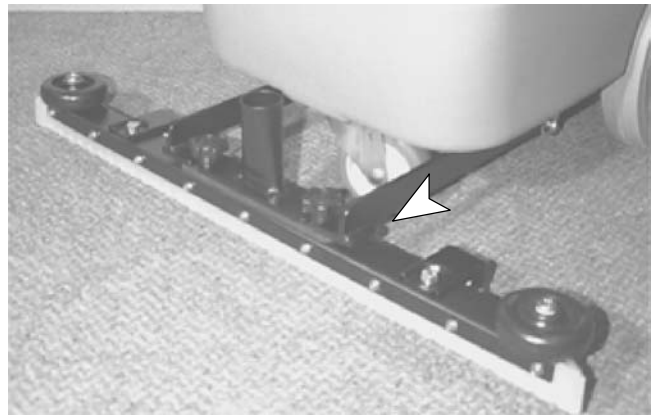

図 5
10. スクイージーアッセンブリをブラケットに取り付け、2つのチョウネジを締めて固定します。(図5)